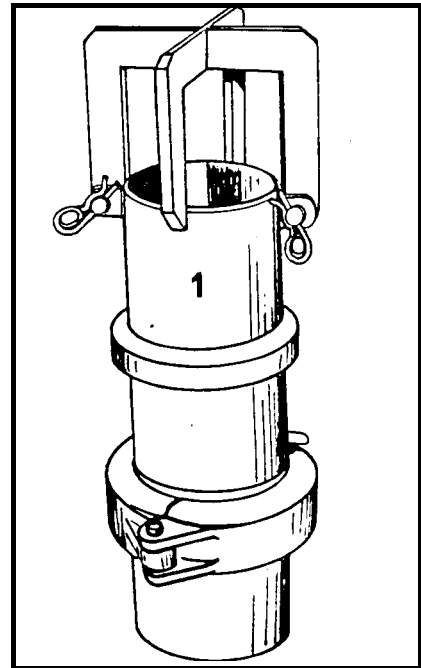
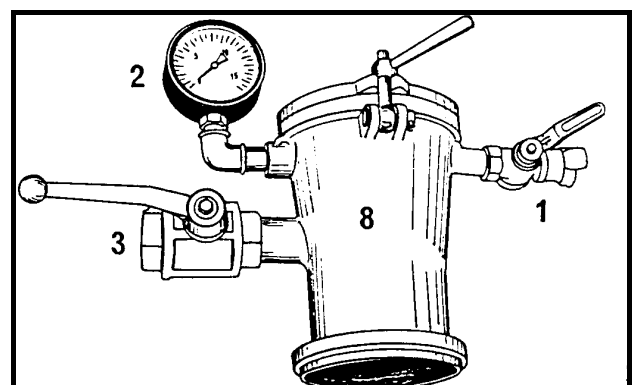

Fig. 1
Fig. 2
- Utilizar una cesta de retención (Fig. 1), un cabezal (Fig. 2) y una bola para la limpieza.